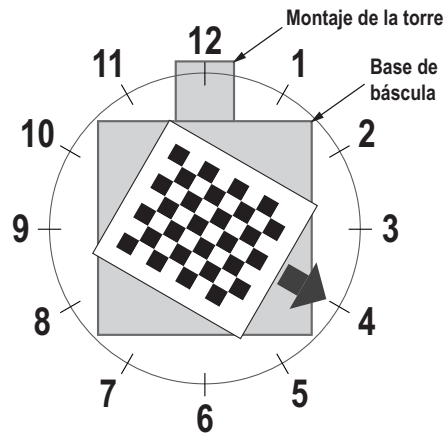

Figura 5-4. Gire a las 4 en punto
5. Alinee el objeto de calibración de modo que las cruces estén centradas. Gire el objeto de calibración a las 4 en punto con el conjunto de la torre a las 12 en punto. (Figura 5-4).